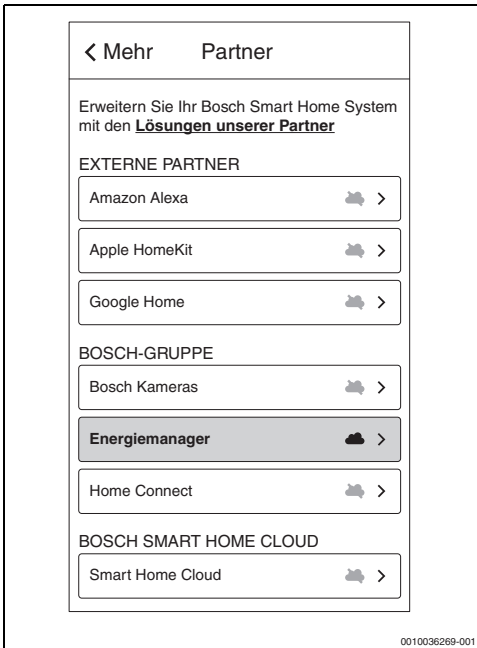

Bild 15 Menü Energiemanager auswählen
3. Im Partnerbereich aus der Liste **Energiemanager** auswählen (→ Bild 15).